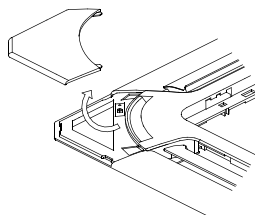

Abb. 3-9
- Abdeckung abziehen, Deckelsicherungsband lösen und Abdeckung abnehmen. (s. Abb. 3-9)